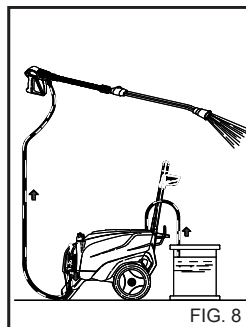

FIG. 8
Après l'emploi d'un détergent, le circuit d'aspiration doit être rincé avec de l'eau propre (fig. 8).
- 1) Après l'emploi avec du détergent, rincer le circuit d'aspiration; enfiler le tuyau d'aspiration (fig. 8) du détergent dans un bidon d'eau propre et faire fonctionner la pompe pendant 1 minute avec le robinet de dosage complètement ouvert et la lance en phase de sortie du détergent.
4) Après l'emploi avec du détergent, rincer le circuit d'aspiration; enfilier le tuyau d'aspiration (fig. 8) du détergent dans un bidon d'eau propre et faire fonctionner la pompe pendant 1 minute avec la lance en phase de sortie du détergent.